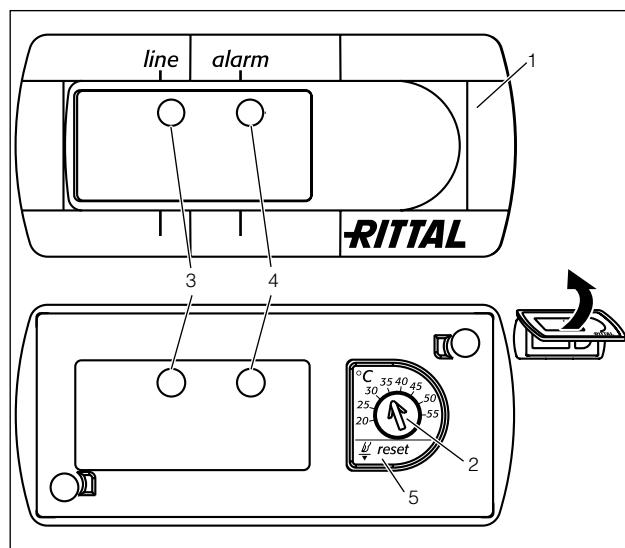

Imagen 14: Controlador básico
El controlador básico controla y regula el intercambiador de calor aire/agua. A través de los LED's verdes y rojos (Imagen 14, nº 3 y 4) muestra los estados de servicio y fallo:
- Mantenga presionada la indicación de goma del potenciómetro (ver imagen 14, pos. 5, página 17), mientras vuelve a conectar la tensión de red y continúe manteniendo pulsada la tecla (5) durante 10 segundos más (Acceso al potenciómetro, ver también 6.1.3).
- Ajuste la temperatura teórica deseada en el dispositivo (página 17, imagen 14).